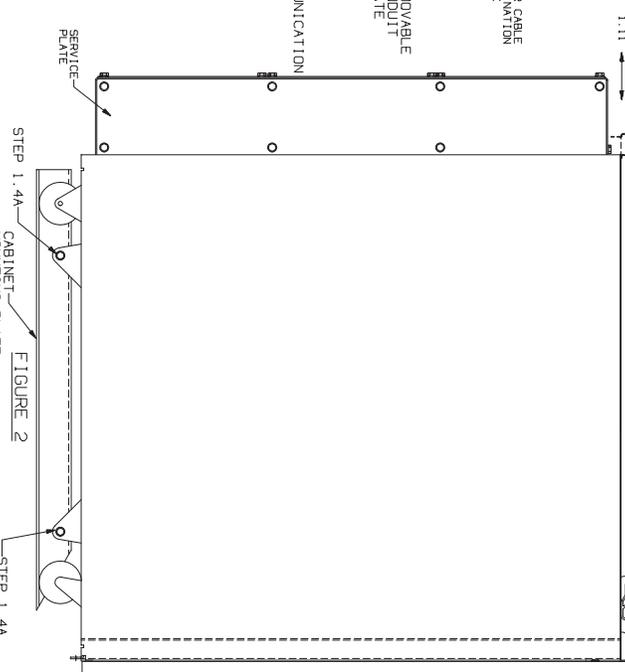

FIGURE 2
- 1.8 OPEN THE TOP COVERS OF THE UPS CABINET BY SLIDING THE COVER LATCH FORWARD AS SHOWN IN FIGURE 2.